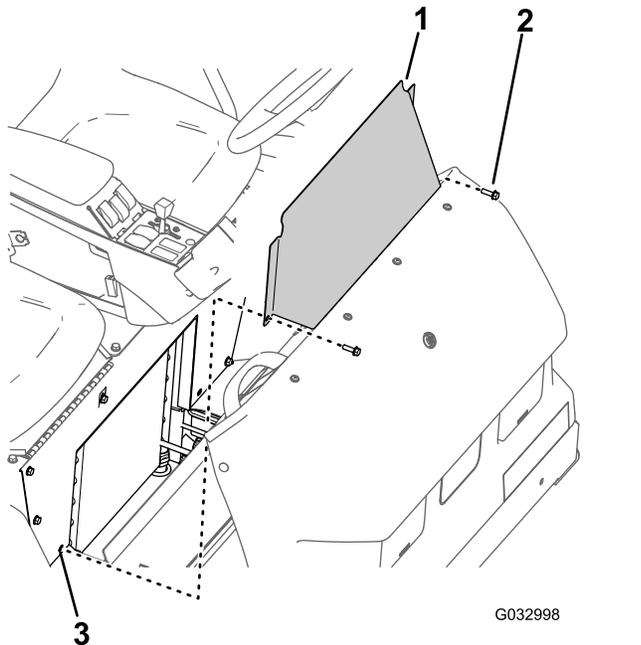

Рисунок 64
- Выверните два болта с фланцем, которые крепят панель доступа к основанию сиденья (Рисунок 64).
- Снимите панель доступа к основанию сиденья с машины (Рисунок 64).
- Совместите отверстия в панели доступа к основанию сиденья с отверстиями в основании сиденья (Рисунок 64).
- Прикрепите панель доступа к основанию сиденья с помощью двух болтов с фланцем (Рисунок 64), снятыми при выполнении пункта 1 раздела Демонтаж панели доступа к основанию сиденья (страница 62).